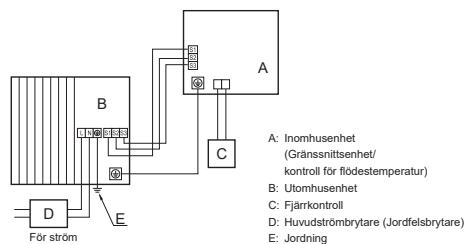
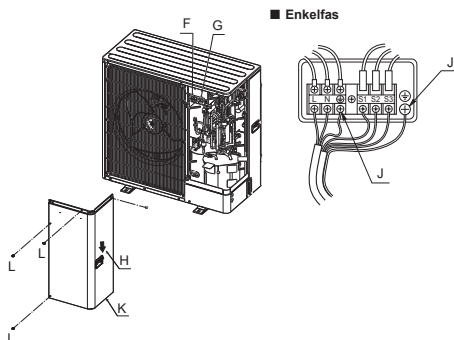

Fig. 7-1
Fig. 7-2
7.1. Utomhusenhet (Fig. 7-1, Fig. 7-2)
- (1) Ta bort servicepanelen.
- (2) Hänvisa till Fig. 7-1 och Fig. 7-2 när kablarna dras.